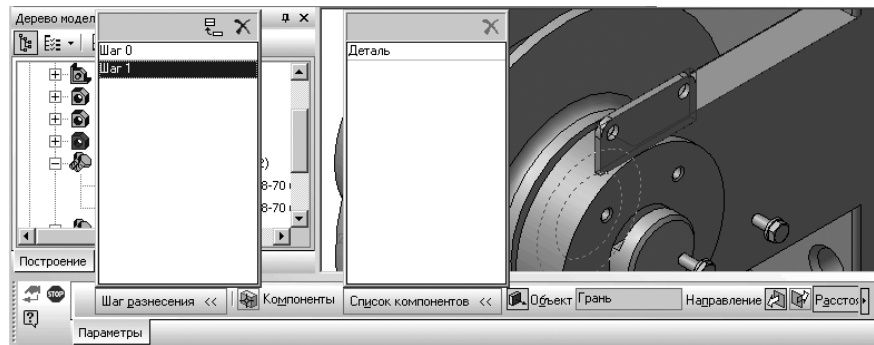

Рис. 6.95. Фрагмент главного окна системы с разнесенными стандартными компонентами, планкой и осью в масштабе 0.2
- щелкните на **Специальной панели управления** по кнопке – **Применить**. Ось будет разнесена (перемещена) на 220 мм влево от внешней плоскости правой проушины. Возможное представление разнесенных стандартных компонентов, планки и оси показано на рис. 6.95.